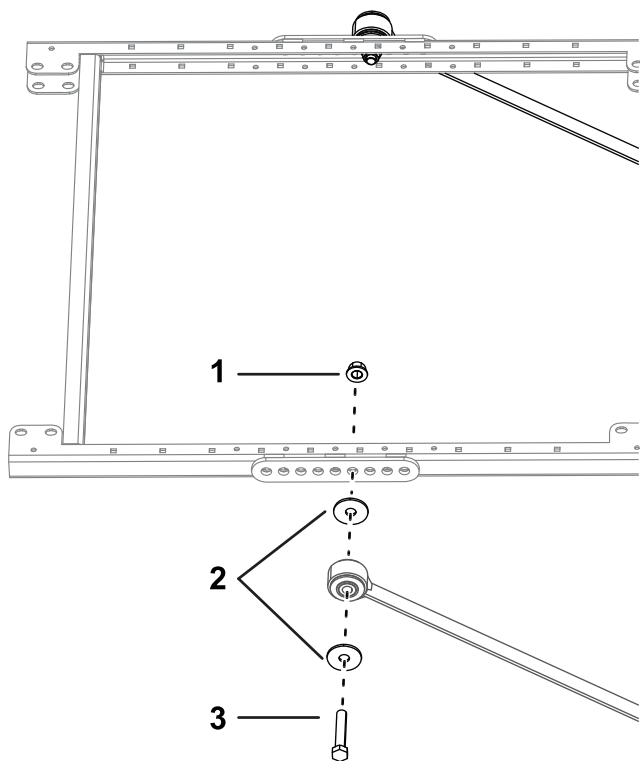

Figura 12
12. En cada lado del bastidor del toldo, monte provisionalmente un acoplamiento de extensión en el cuarto taladro del soporte del tirante con 2 pernos ($\frac{1}{2}$ " x $2\frac{3}{4}$ ""), 2 arandelas grandes y 2 tuercas con arandela prensada ($\frac{1}{2}$ ""), tal y como se muestra en la Figura 12.